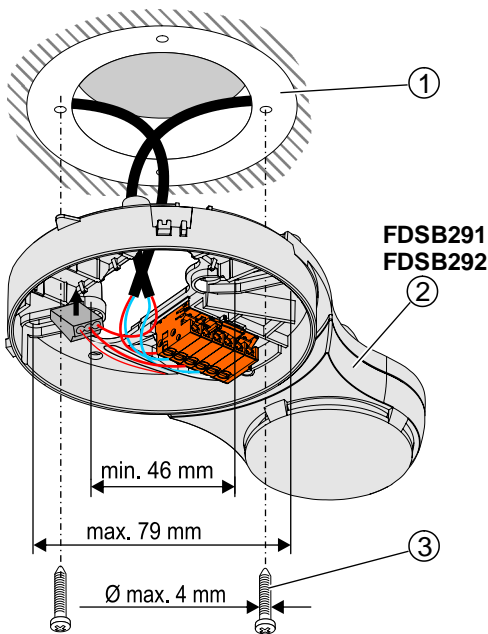

Fig. 1
- For installation with recess-mounted cable entry see Fig. 1
- Montage bei Unterputz-Kabeleinführung siehe Fig. 1
- Installation avec entrée de câbles en montage encastré : voir Fig. 1
- Para el montaje en caso de entrada de cable para montaje empotrado, ver Fig. 1
- Montaggio in caso di entrata cavo nel montaggio ad incasso vedi Fig. 1